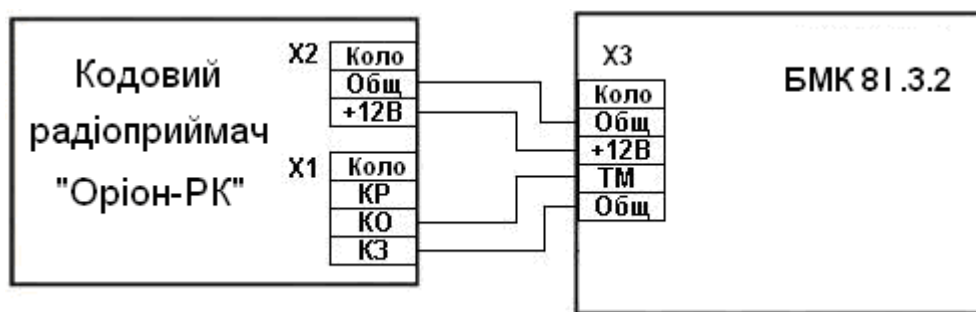

Рисунок 2 - Схема підключення кодового радіоприймача «Оріон-РК»
**6.12** При необхідності керування приладом за допомогою радіокомплекту «Оріон-РК» підключити кодовий радіоприймач радіокомплекту до приладу згідно рис. 2 (поставляється по окремому замовленню). В такому випадку приладом не можна буде керувати за допомогою ключів Touch Memory.